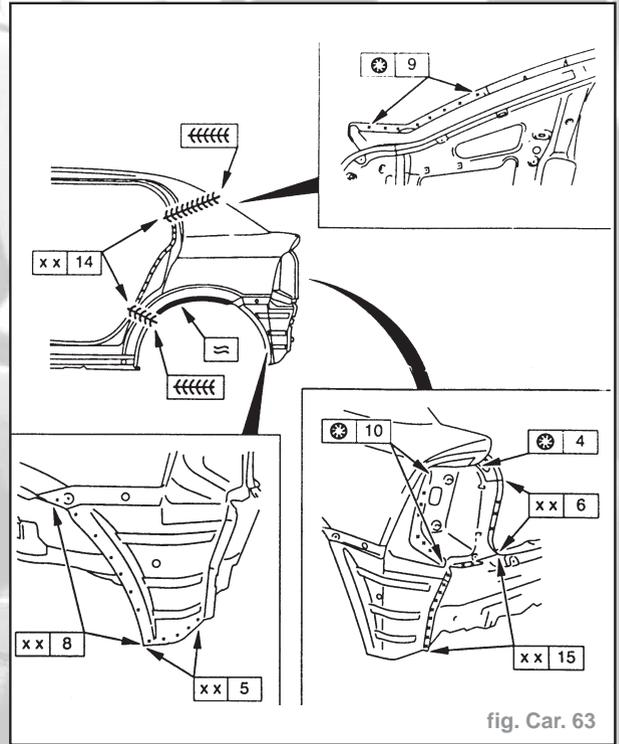

fig. Car. 63
- Préparer le panneau latéral. Appliquer de la peinture de soudure par point. Dans la zone de passage de roue (=) appliquer de la colle à souder. Souder le panneau latéral (fig. Car. 63).